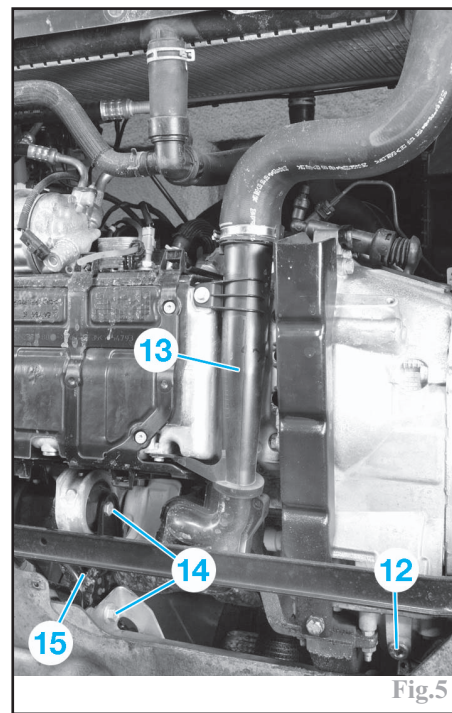

Fig.5
Vidanger la boîte de vitesses par la vis de vidange (12) (Fig.5).